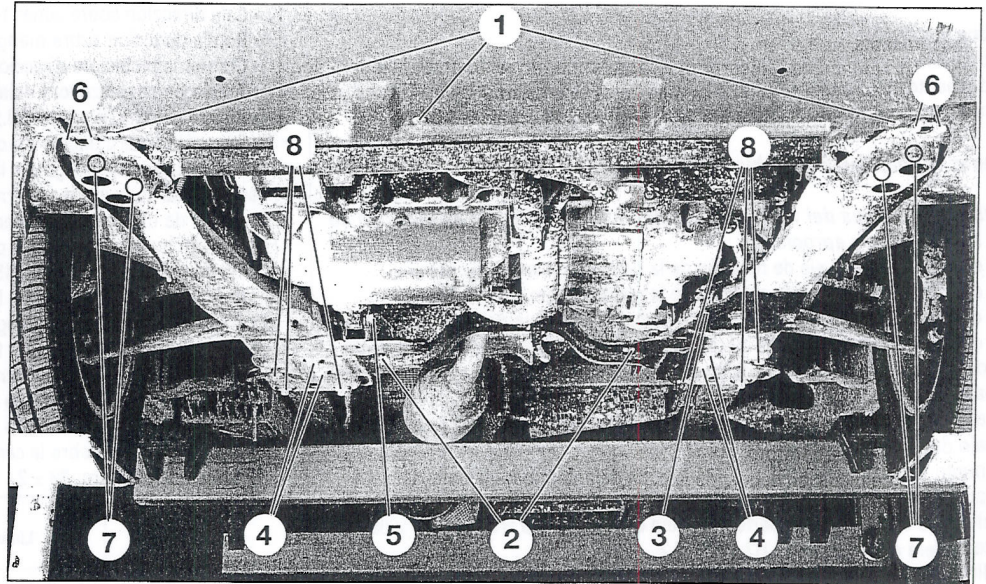

FIGURA 6-10
- Nota: Remitirse a la figura 6-10**
- Desmontar los tornillos numerados de (1) a (5).
- En ambos lados, desmontar los tornillos (6) y (7).